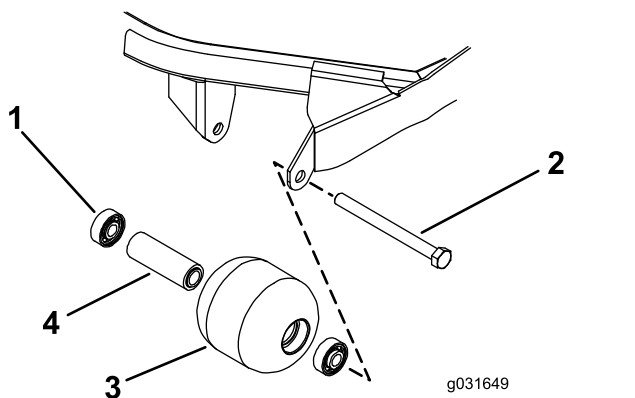

Рисунок 72
1. Снимите болт крепления валика (Рисунок 72).
4. Осмотрите корпус, подшипники и распорную втулку подшипника валика на наличие повреждений (Рисунок 72).
1. Нажимая только на наружное кольцо или с одинаковым усилием на внутреннее и наружное кольцо, запрессуйте первый подшипник в корпус валика (Рисунок 72).
2. Вставьте втулку подшипника (Рисунок 72).
3. Нажимая только на наружное кольцо или с одинаковым усилием на внутреннее и наружное кольцо, запрессуйте второй подшипник в корпус валика до его контакта с распорной втулкой (Рисунок 72).